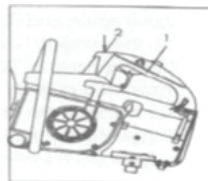

Fig. 8
4. Arresto d'emergenza (v. Fig. 8)